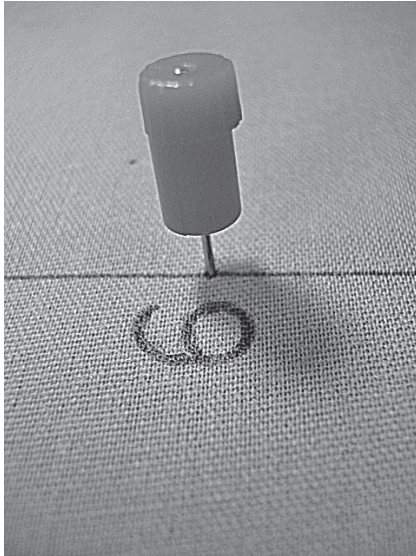

Fig. 4
2. Fixieren Sie den Stoff mit Stecknadeln (Fig: 4) in den Löchern mit 5, 6 oder 7 cm Radius (Fig: 5).